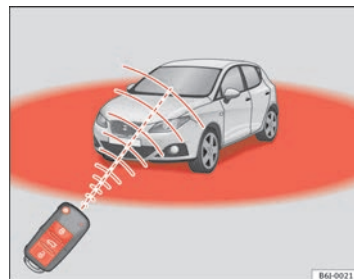

Abb. 43 Wirkungsbereich der Funk-Fernbedienung
Zudem blinkt die Batterie-Kontrollleuchte des Schlüssels $\Rightarrow$ Abb. 43 auf.
- Die Funk-Fernbedienung funktioniert nur innerhalb seines Wirkungsbereiches ⇒ Seite 79, Abb. 43.